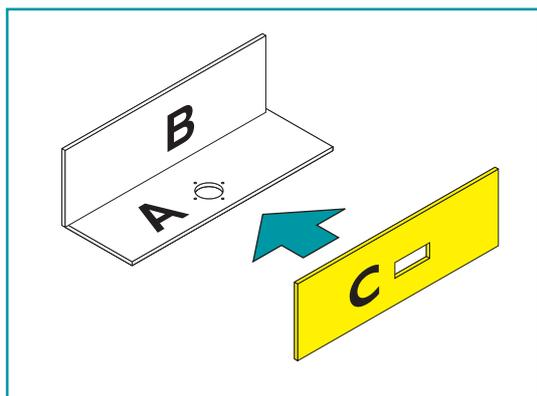

figura 13
2.3.2 Monte el panel C al panel A. (figura 13)